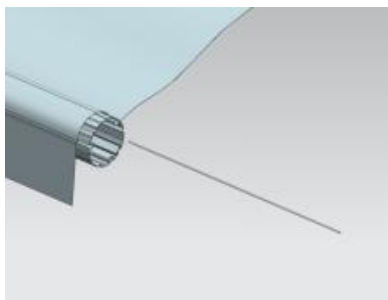

Rysunek C10 Rysunek C11
3.4 Wyciągnij rurki łączące na obu końcach środkowej rurki nawojowej do czerwonej pozycji granicznej, złożź lewą i prawą rurkę nawojową i przymocuj je śrubą A w miejscu połączenia. (Rysunek C10, Rysunek C11)